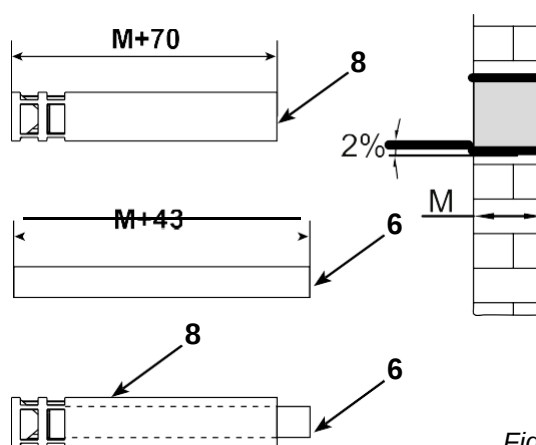

Fig. 5.7
2. Marcați orificiul de evacuare și realizați orificiul, pe cât posibil, cu o pantă de 2% spre exteriorul peretelui (a se vedea fig. 5.7).
1. Odata realizat orificiul se masoara grosimea peretelui (M).
2. Tăiați conducta de aspirație (8) cu 70 mm mai lungă decât grosimea peretelui (M) și din partea opusă a terminalului (vedi fig. 5.7).
3. Taiati conducta de evacuare (6) cu 43 mm mai lungă decât grosimea peretelui (M) (vezi fig. 5.7).